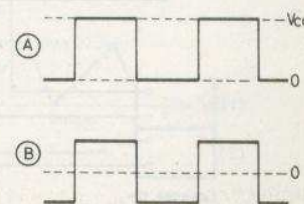

Fig. 3
On pourra également essayer $C_1 = 100 \text{ pF}$ pour obtenir une gamme de fréquences 10 fois plus élevée que la première du tableau, mais le 555 ne peut généralement osciller d'une manière satisfaisante au-dessus de 1 MHz sauf sélection et modèles spéciaux. Au point 3 du CI point dit de sortie, on obtient un signal rectangulaire dont l'amplitude est presque égale à V_{cc} valeur de l'alimentation continu. Celle-ci peut être comprise entre 4,5 V et 16 V. L'alimentation peut être d'un type quelconque sans aucune régulation, pourvu que l'oscillateur fonctionne. A la **figure 3**, on montre en (A) la forme de la tension de sortie au point 3 et en (B) la même tension passera après par C_2 . La tension est alors axée sur V_{cc} et varie entre $+ V_{cc}/2$ et $- V_{cc}/2$.